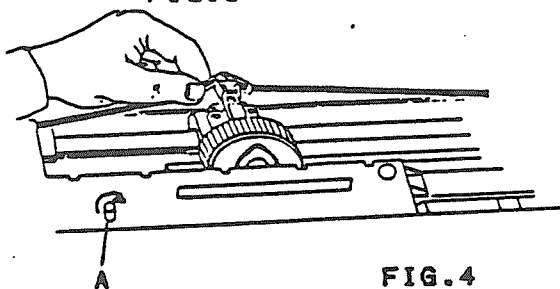

FIG.4
- 4- Installer le guide ruban sur la tête d'impression par le dessus comme indiqué sur les FIG.4 et 5.
- 5- Tendre le ruban en tournant manuellement le moteur d'entrainement du ruban à l'aide de la molette A située sur la partie gauche du cartridge (FIG.4), dans le sens des aiguilles d'une montre.